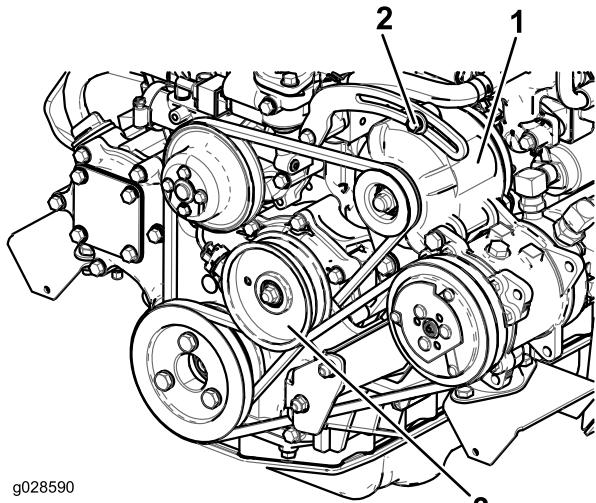

Figura 65
Compruebe la condición y la tensión de la correa (Figura 65) cada 100 horas de operación.
2. Si la desviación no es de 10 mm, afloje los pernos de montaje del alternador (Figura 65). Aumente o reduzca la tensión de la correa del alternador y apriete los pernos. Verifique de nuevo la desviación de la correa para asegurarse de que la tensión es la correcta.